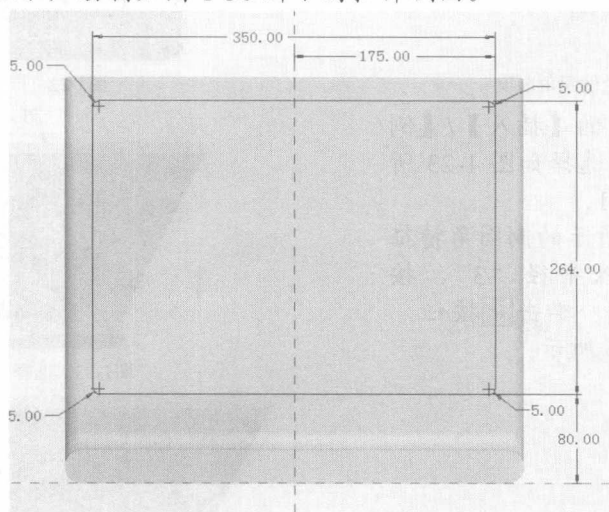

图1-30 绘制拉伸剖面
18. 关闭基准面显示, 绘制如图 1-30 所示的拉伸剖面。